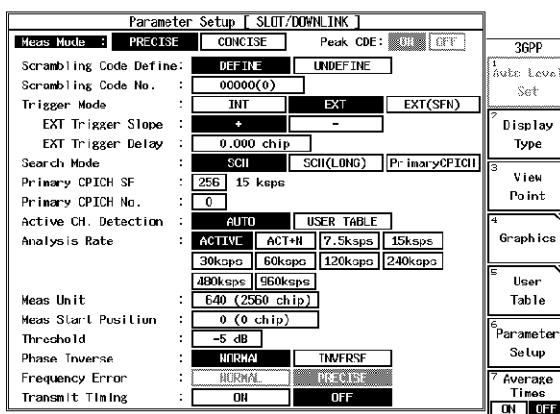

図 6-9 測定パラメータ表示
- R3267 シリーズを IQ 入力、DOWN LINK 測定に設定し、パラメータを図 6-9 のように設定し、**DC CAL** を実行します。